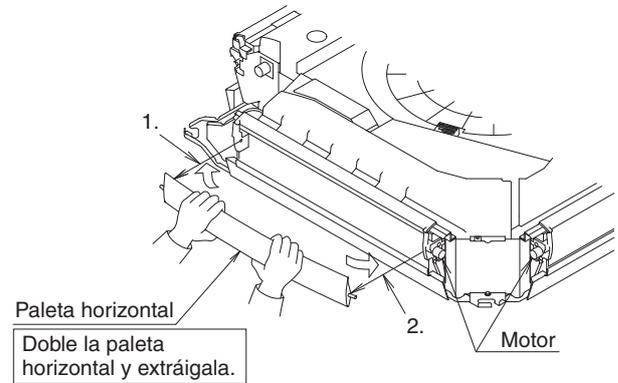

Fig. 10
(1) Extraiga la paleta horizontal de la salida de aire a bloquear. (Refiérase a la Fig. 10 y Fig. 11)